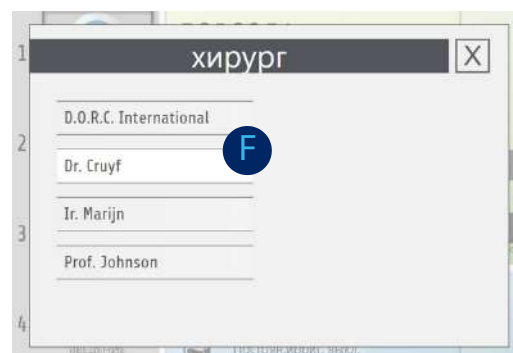

Fig. 36: Всплывающее окно памяти (2)
- ... процедуру другого хирурга: нажмите **ХИРУРГ** [E]. Появится всплывающее окно рис. 36.